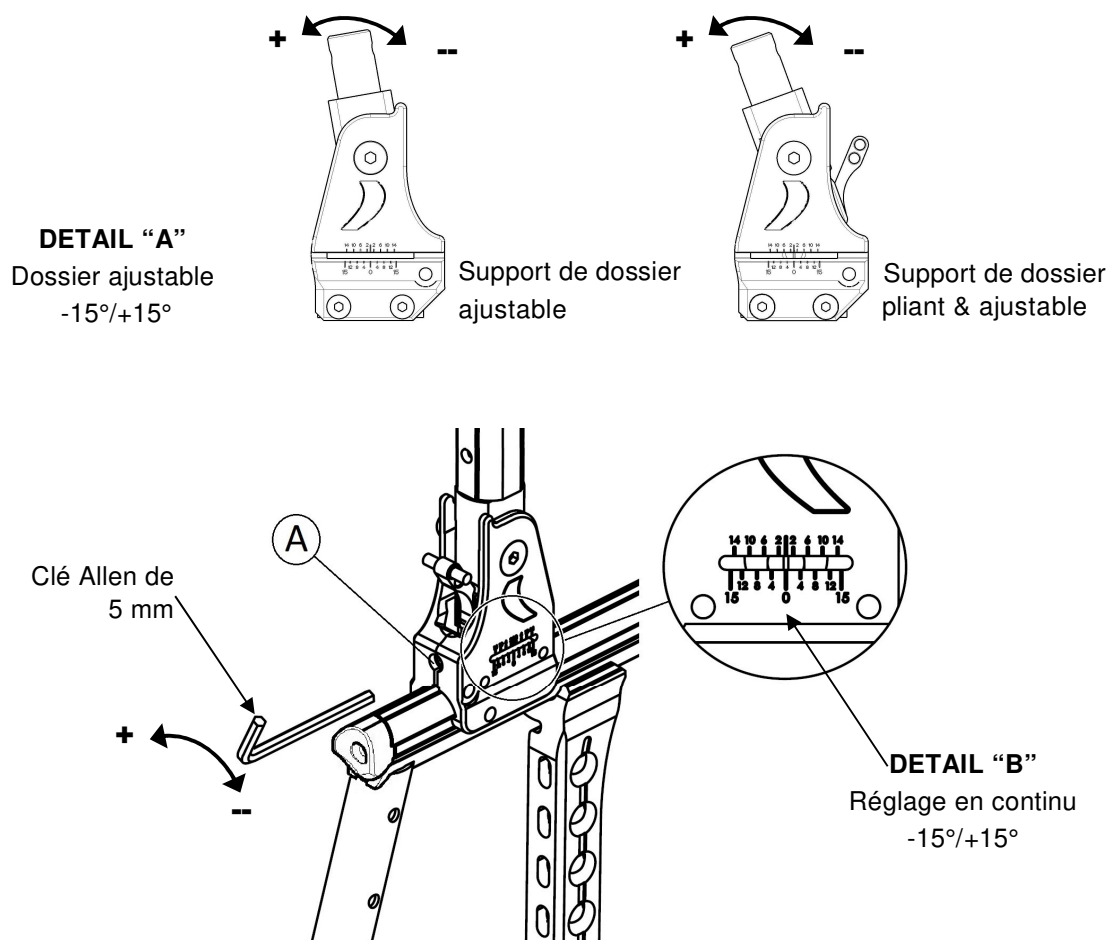

FIGURE 4.7 Ajuster l'angle du dossier
3. Retirer les embouts de l'avant ou l'arrière des rails d'assises (si nécessaire, démonter les supports de cannes de dossier, voir la figure 4.7).
NOTE : Pour ces instructions voir FIGURE 4.7.
4. S'assurer que les deux cannes de dossier sont réglées au même angle. Voir Détail "B" FIGURE 4.7.